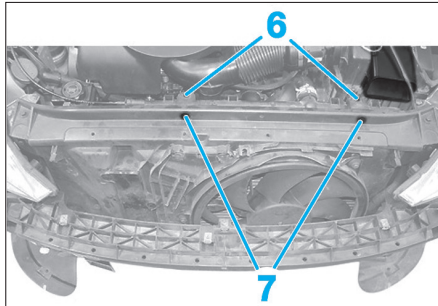

Fig. 6
- les vis (6) (Fig.6),
- les plots en caoutchouc (7).